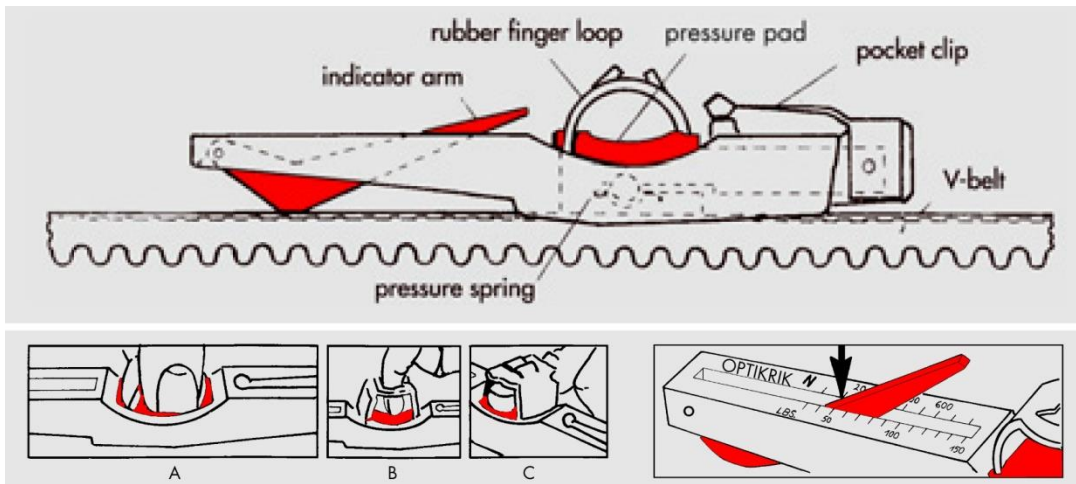

Figura 13
- 1-La figura 13 (A, B o C) mostra i tre modi corretti di impugnatura del misuratore che permettono che la pressione venga applicata solo al *pressure pad*.
- 5-Leggere la tensione rilevata dall'asta indicatrice, come mostrato in figura 13.